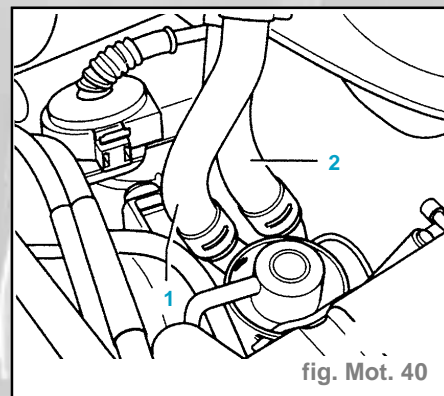

fig. Mot. 40
- A l'aide de la pince à colliers à lame-ressorts **V.A.G. 1921**, déposer du régulateur de pression du carburant la conduite de retour de carburant (**1**) (bleue ou avec repère bleu) et la conduite d'alimentation en carburant (**2**) (noire ou avec repère noir) (fig. Mot. 40).